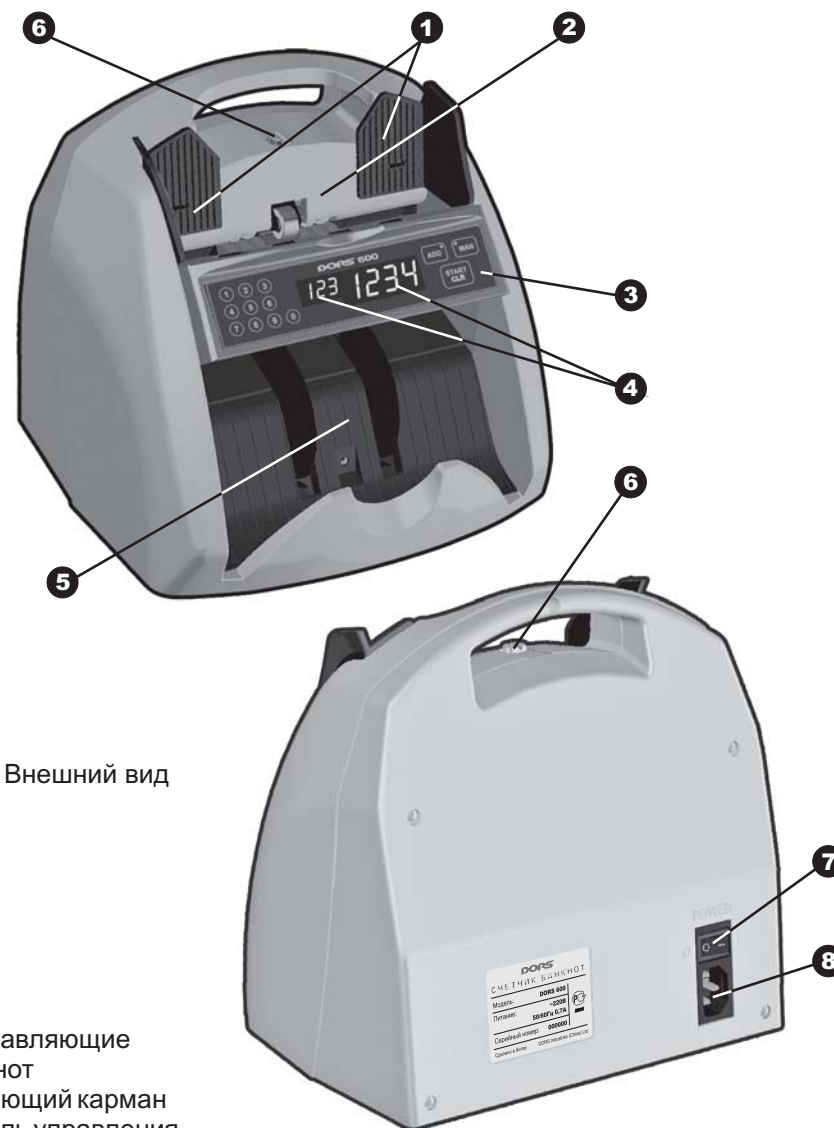

Рис. 1. Внешний вид
2. Настройте зазор механизма подачи банкнот на нужную толщину. С помощью винта установки толщины банкноты (см. рис. 1) отрегулируйте зазор между разделительными и подающими роликами. Зазор должен быть таким, чтобы одна банкнота проходила между роликами свободно, а две банкноты, сложенные вместе, не проходили. Необходимый зазор обеспечивается вращением винта: увеличение – против часовой стрелки, уменьшение – по часовой стрелке.